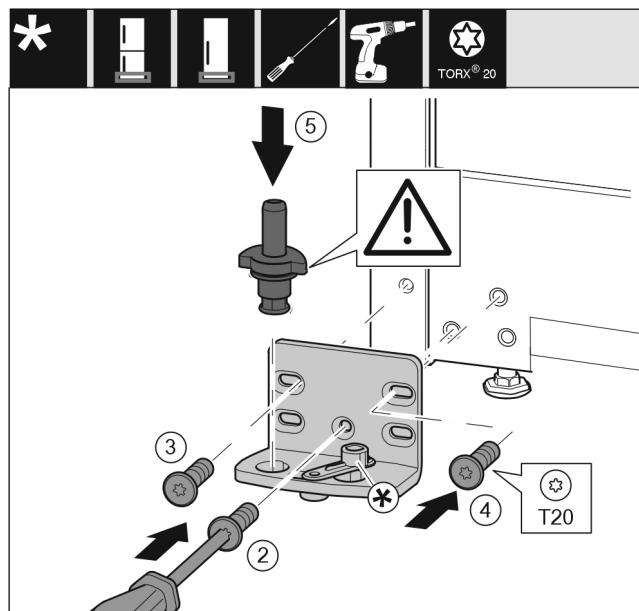

Fig. 16
- Aplicați suportul de lagăr pe partea opusă și înșurubați-l cu ajutorul unei șurubelnițe T20. Începeți cu șurubul 2 de jos din centru. Fig. 16 (2)
- Înșurubați ferm șurubul 3 și 4. Fig. 16 (3,4)
- Introduceți complet bolțul de lagăr. Aveți grijă aici ca respectiva camă de cuplare să fie îndreptată către înapoi. Fig. 16 (5)